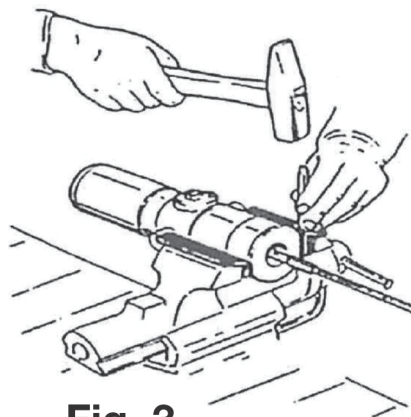

Fig. 3
Far uscire le spine elastiche (51) come indicato in fig. 3.